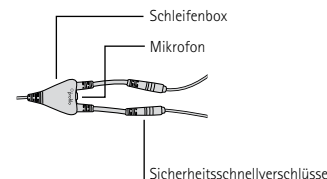

Abbildung 7
- ▶ Schliessen Sie die Sicherheitsschnellverschlüsse korrekt (Abbildung 7).
Die Sicherheitsschnellverschlüsse müssen korrekt geschlossen sein, damit das Signal übertragen werden kann – sie sind lückenlos zu schließen (Abbildung 7).